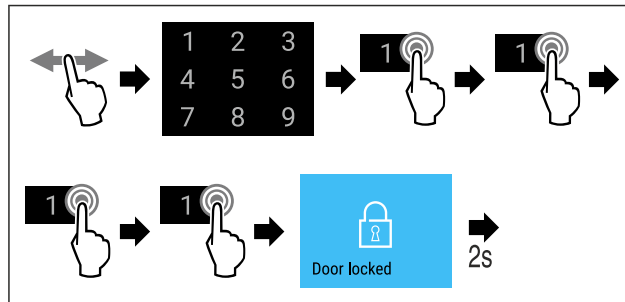

Fig. 74 Заблокувати двері за допомогою коду для дверей 1 1 1 1.
- ▶ Провести етапи операцій (див. Fig. 74).